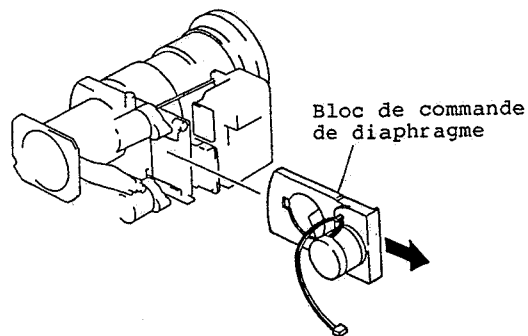

Fig. 2-105
1. Déposer le bloc de commande du diaphragme en agissant dans la direction indiquée par la flèche. (Se reporter à la figure 2-105)